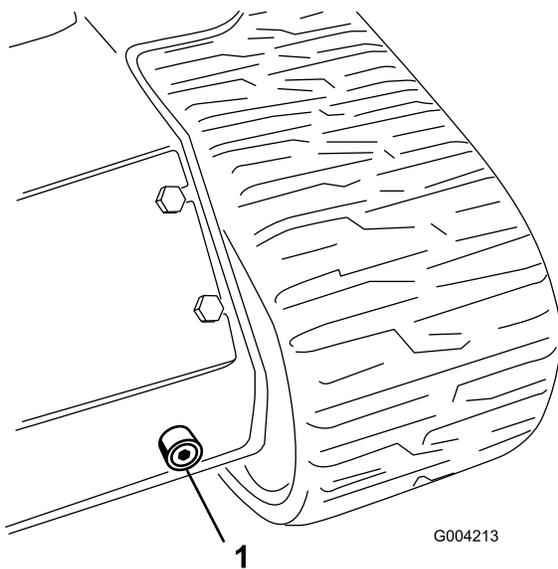

Bild 61
6. Stellen Sie eine große Auffangwanne (Kapazität von 56,8 l) unter die Ablassschraube vorne an der Zugmaschine (Bild 61).
7. Entfernen Sie die Ablassschraube und lassen das Öl in die Auffangwanne abfließen (Bild 61).